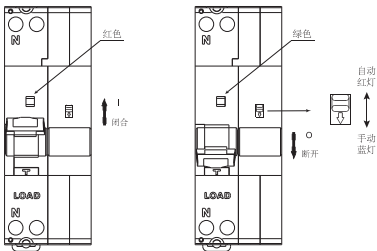

图3断路器合/分闸状态指示、模式选择开关手动/自动位置
9.1 安装使用前先检查断路器标志与所使用的工作条件是否相符，通电前，先人为操作几次断路器，其机构动作应灵活、可靠、无阻滞现象。断路器合/分闸状态指示、模式选择开关手动/自动位置见图3。